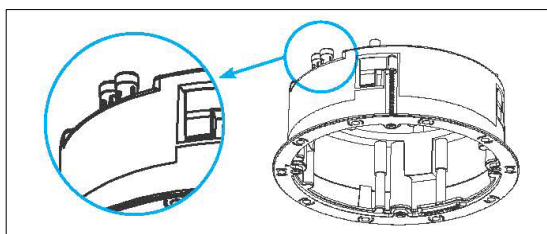

図 8: スピーカーリードを固定する
4. スプリング式コネクタ端子を使用し、スピーカーリードをスピーカーフレームに固定します (図 8 参照)。